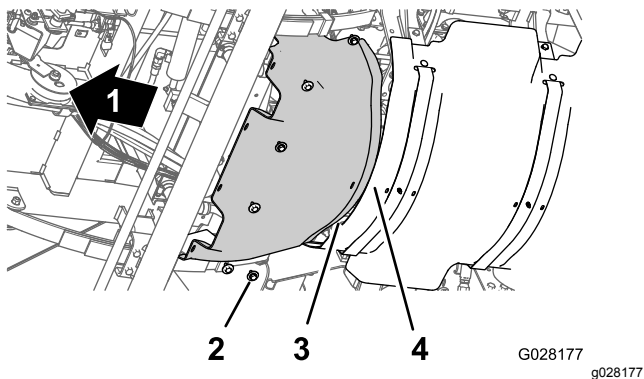

Bild 58
1. Fluchten Sie den hinteren Flansch des vorderen Wärmeschutzblechs über dem vorderen Flansch des hinteren Wärmeschutzblechs aus (Bild 58).
2. Fluchten Sie die Löcher im vorderen Wärmeschutzblech mit den Gewindelöchern im Chassis aus (Bild 58).
3. Befestigen Sie das vordere Wärmeschutzblech mit den sechs Sechskantschrauben und sechs Scheiben (Bild 58), die Sie in Schritt 3 von Entfernen des vorderen Wärmeschutzblechs (Seite 53) entfernt haben, an der Maschine.